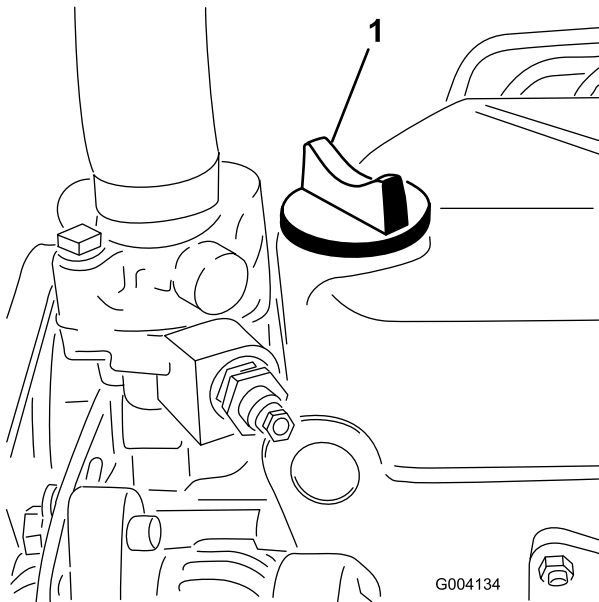

Bild 28
- Wenn der Ölstand unter der Voll-Markierung liegt, nehmen Sie den Fülldeckel ab (Bild 28) und gießen Sie genug Öl ein, um den Ölstand bis zur Voll-Markierung am Peilstab anzuheben.